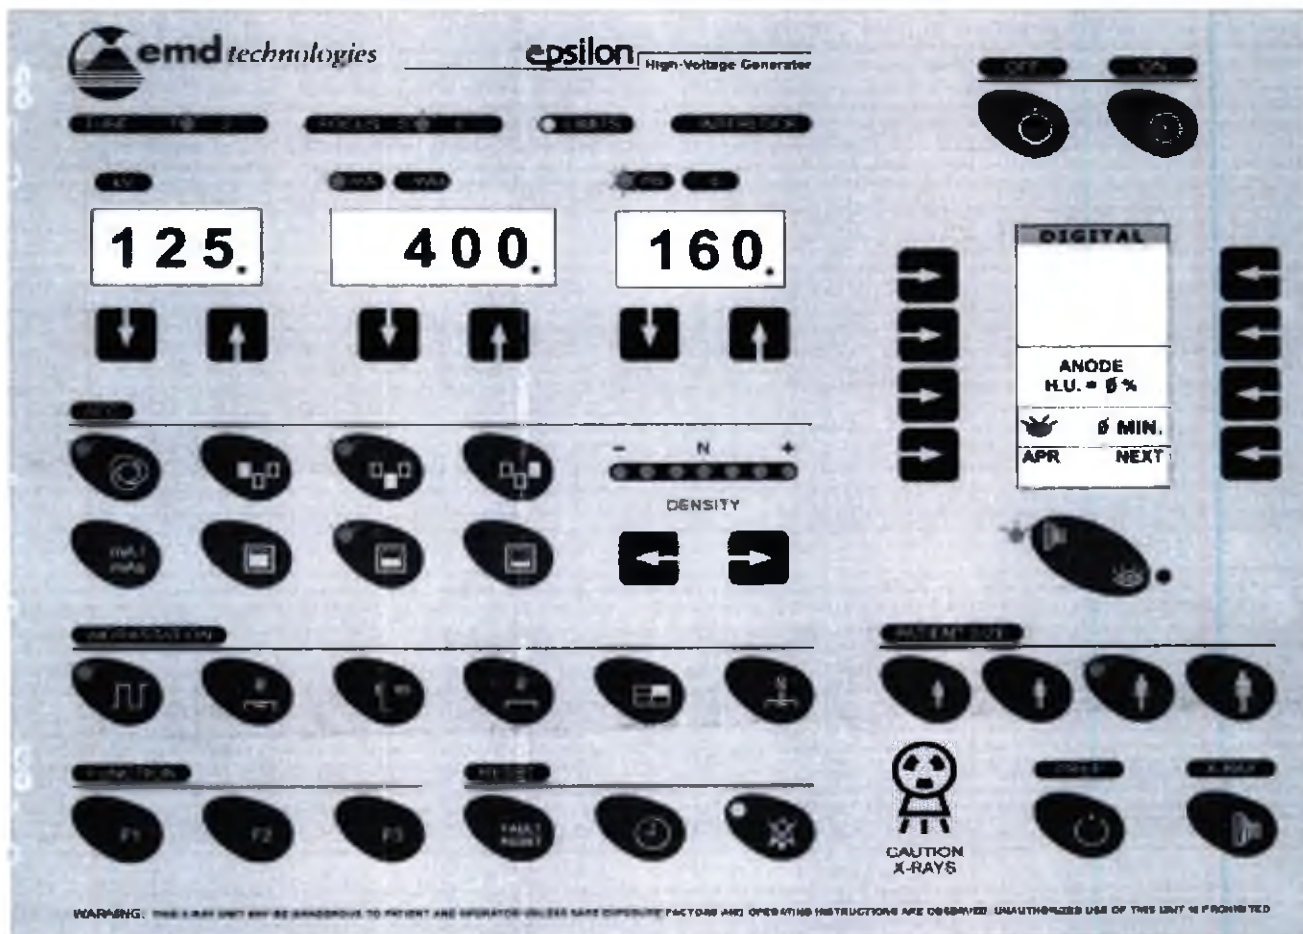

Рисунок 28 – Консоль оператора при запуске.
Текущее рабочее место отобразится в верхней части графического экрана (**Digital**, на рис. 28) и светящимся индикатором рабочей станции. Доступны до (6) рабочих мест.